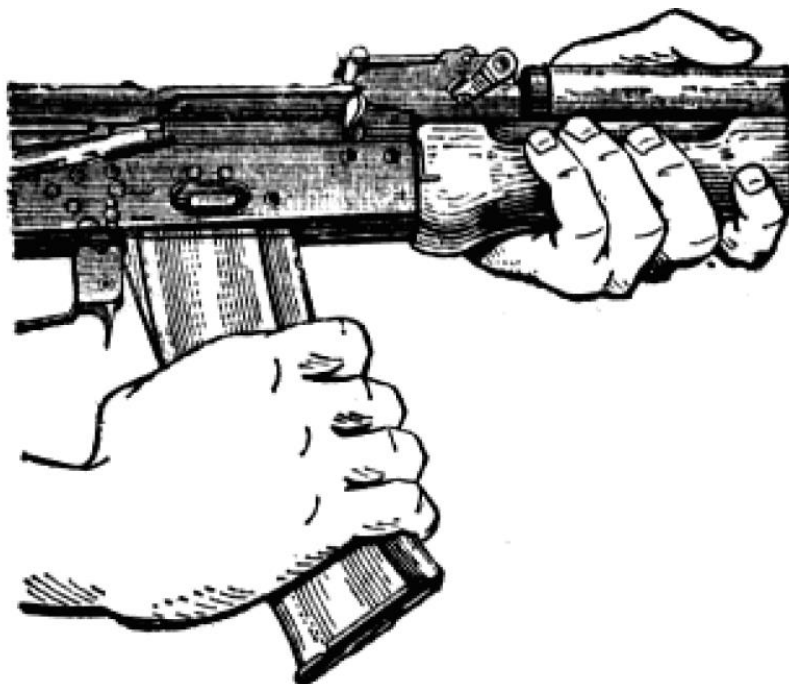

Рис. 31. Присоединение магазина
10) **Присоединить магазин к автомату (пулемету).** Удерживая автомат (пулемет) левой рукой за шейку приклада или цевье, правой ввести в окно ствольной коробки зацеп магазина (рис. 31) и повернуть магазин на себя так, чтобы защелка заскочила за опорный выступ магазина.